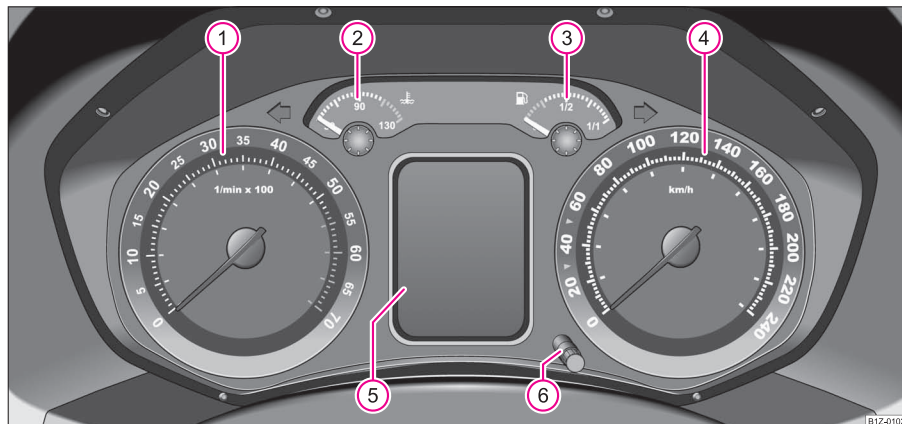
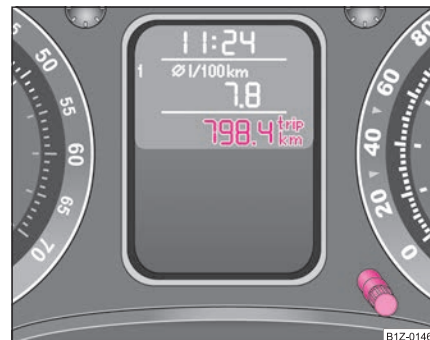

Fig. 2 Tabloul de instrumente
Fig. 3 Display: Contor zilnic pentru distanța parcursă
Începutul zonei roșii a turometrului ① ⇒ pagina 13, fig. 2 reprezintă pentru toate treptele de viteză turația maximă admisă a motorului în regim normal de funcționare. Înainte de atingerea acestei zone trebuie să selectați treapta de viteză imediat superioară sau poziția **D** a cutiei de viteze automate.
Indicatorul temperaturii lichidului de răcire ② ⇒ pagina 13, fig. 2 funcționează numai când contactul motor este pus.
Indicatorul rezervei de carburant (3) ⇒ pagina 13, fig. 2 funcționează numai când contactul motor este pus.
Prin apăsarea scurtă pe butonul de resetare (6) ⇒ pagina 13, fig. 2 puteți comuta între contorul km. parcurși zilnic și contorul km. parcurși în total. Pentru a recunoaște care din cele două contoare este afișat pe display, după contorul zilnic apare **trip** ⇒ fig. 3.
- Puneți contactul și apăsați tasta de resetare ⑥ ⇒ pagina 13, fig. 2 mai mult de 2 secunde.
Indicatorul intervalelor de service se poate reseta și de la butonul de resetare ⑥ ⇒ pagina 13, fig. 2 astfel: